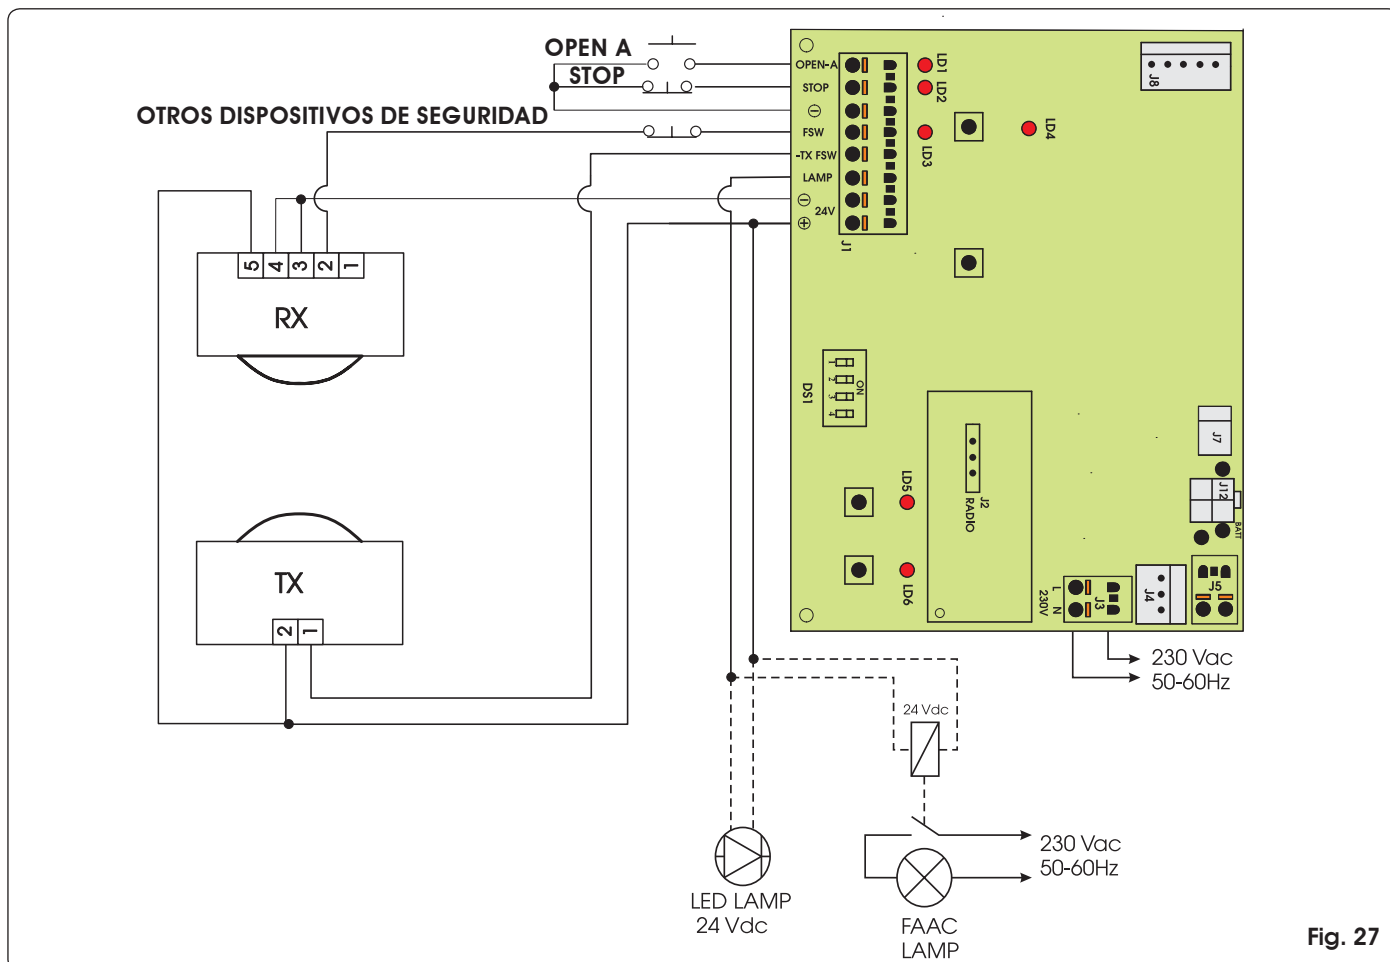

Fig. 27
- Realice las conexiones eléctricas tomando como referencia la Fig. 27.